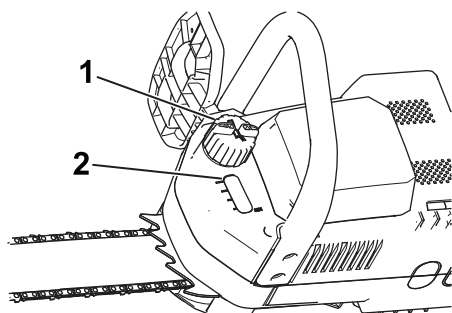

Figure 1
2. Nettoyez la surface autour du bouchon d'huile (Figure 1).
3. Enlevez le bouchon et versez de l'huile dans la tronçonneuse jusqu'à ce qu'elle arrive en haut du regard de niveau (Figure 1).